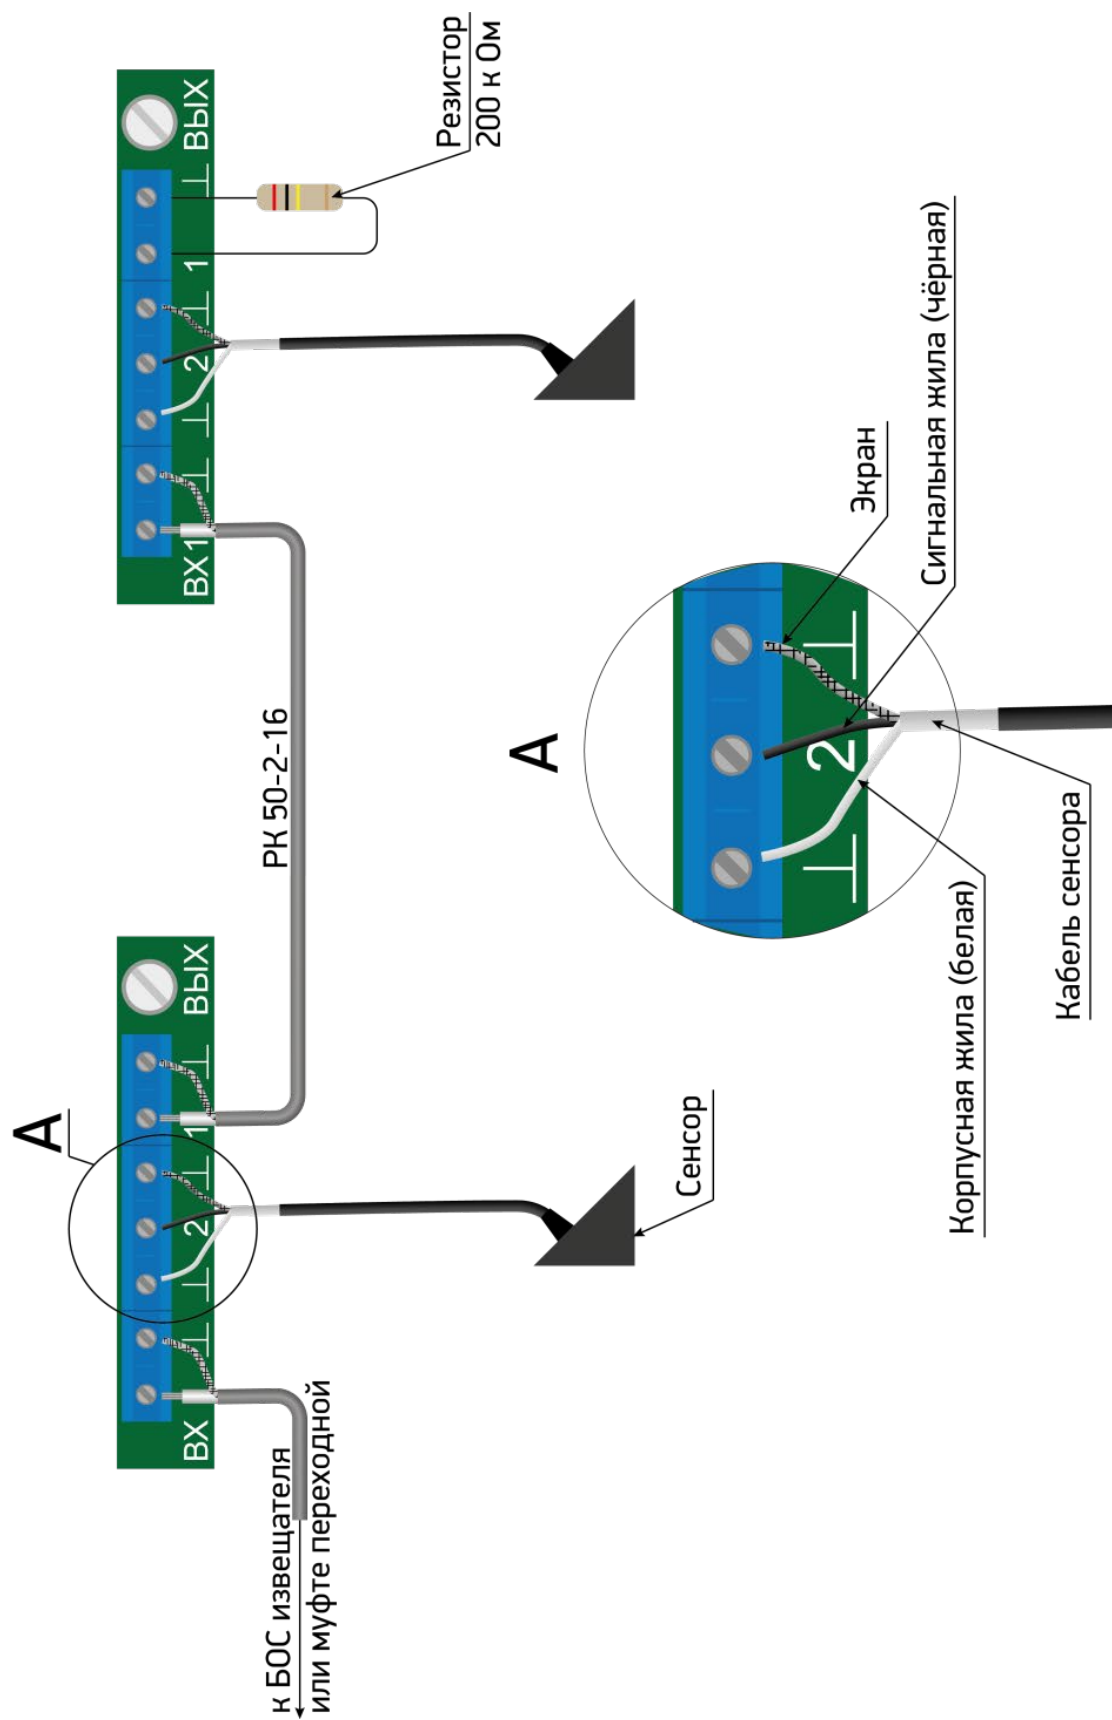

Рисунок 4.42
– центральную жилу кабеля соединительного РК предназначенного для подключения к входу БОС, либо к муфте переходной (в зависимости от проекта) подключить к клемме «1 ВХ», экранирующую оплетку к клемме «┐» (рисунок 4.42);
– подключить сигнальную жилу кабеля сенсора к клемме «2», вторую жилу и экран кабеля сенсора подключить к двум крайним клеммам «┐» (рисунок 4.42)
– центральную жилу кабеля соединительного РК предназначенного для подключения к следующему РЧС-Т, подключить к клемме «1 ВЫХ», экранирующую оплетку к клемме «┐» (рисунок 4.42);